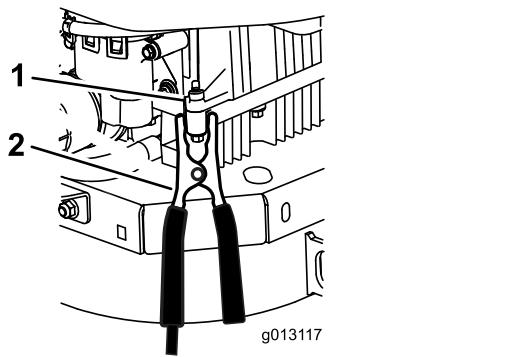

Figura 60
6. Haga la conexión final al bloque motor del vehículo que no arranca (NO al borne negativo de la batería) **en un punto alejado de la batería, y apártese (Figura 60)**.